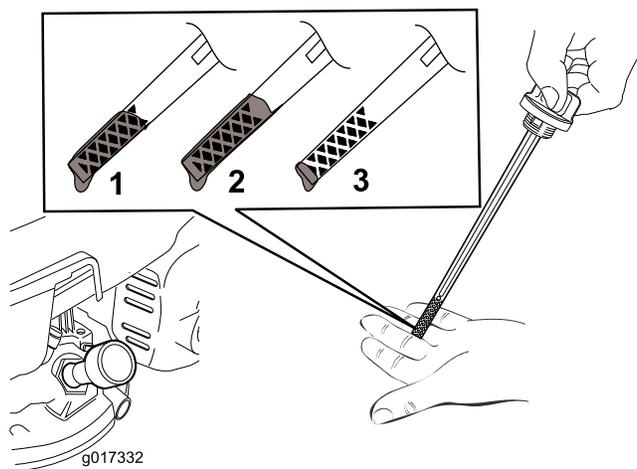

Рисунок 7
2. Извлеките масломерный щуп (Рисунок 7).
**Примечание:** Заливайте масло в картер двигателя до тех пор, пока масломерный щуп не покажет, что достигнут нужный уровень масла в двигателе, как показано на Рисунок 7. В случае перелива слейте некоторое количество масла из двигателя, как описано в разделе «Замена моторного масла».